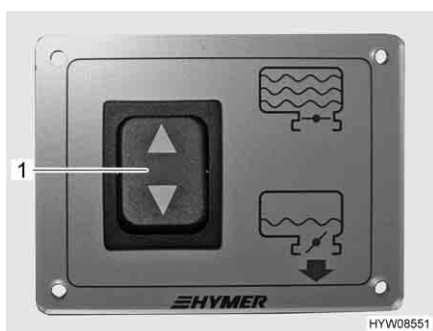

Fig. 199 Interruttore di comando per rubinetto di scarico
- Aprire il rubinetto di scarico. A tal fine premere verso il basso l'interruttore di comando (Fig. 199,1). Le acque grigie fuoriescono.
- Dopo il deflusso completo delle acque grigie, richiudere il rubinetto di scarico. A tal fine premere verso l'alto l'interruttore di comando (Fig. 199,1).